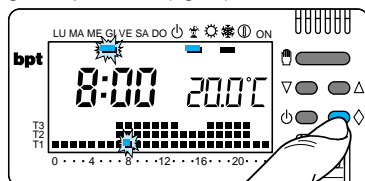

Fig. 45
9.8 - Premere il pulsante (fig.45).